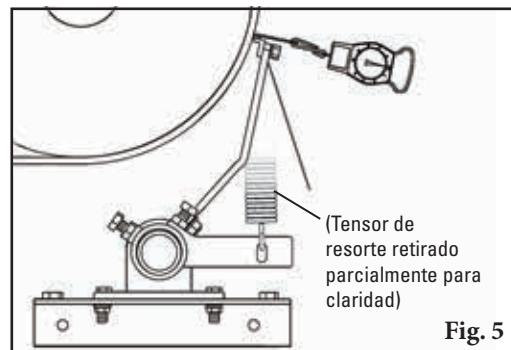

Fig. 5
7. **Corte el orificio de acceso.** Corte el orificio de acceso, centrando el borde inferior en la marca de intersección ajustada ("+") que estableció en el Paso 4. El ancho del orificio debe ser 5" (125 mm); la altura debe ser 9-1/2" (238 mm) para hojas extremadamente pequeñas, 12" (300 mm) para hojas pequeñas o 13-1/2" (338 mm) para hojas medianas. El orificio de acceso se puede orientar dentro del rango indicado (Fig. 5), siempre que el borde inferior todavía esté centrado como se describió anteriormente.
- 10. Revise la tensión de la punta de la hoja correcta.** Coloque el calibrador de tensión de hoja (suministrado con el limpiador) entre la punta de la hoja y la banda en la hoja central (u hojas) (Fig. 5). Mientras jala en un movimiento recto,lea la tensión requerida para romper el contacto entre la hoja y la banda. Se recomienda 18 lb (8 Kg). También revise la tensión en las dos hojas externas. Realice los ajustes de tensión según se necesiten.